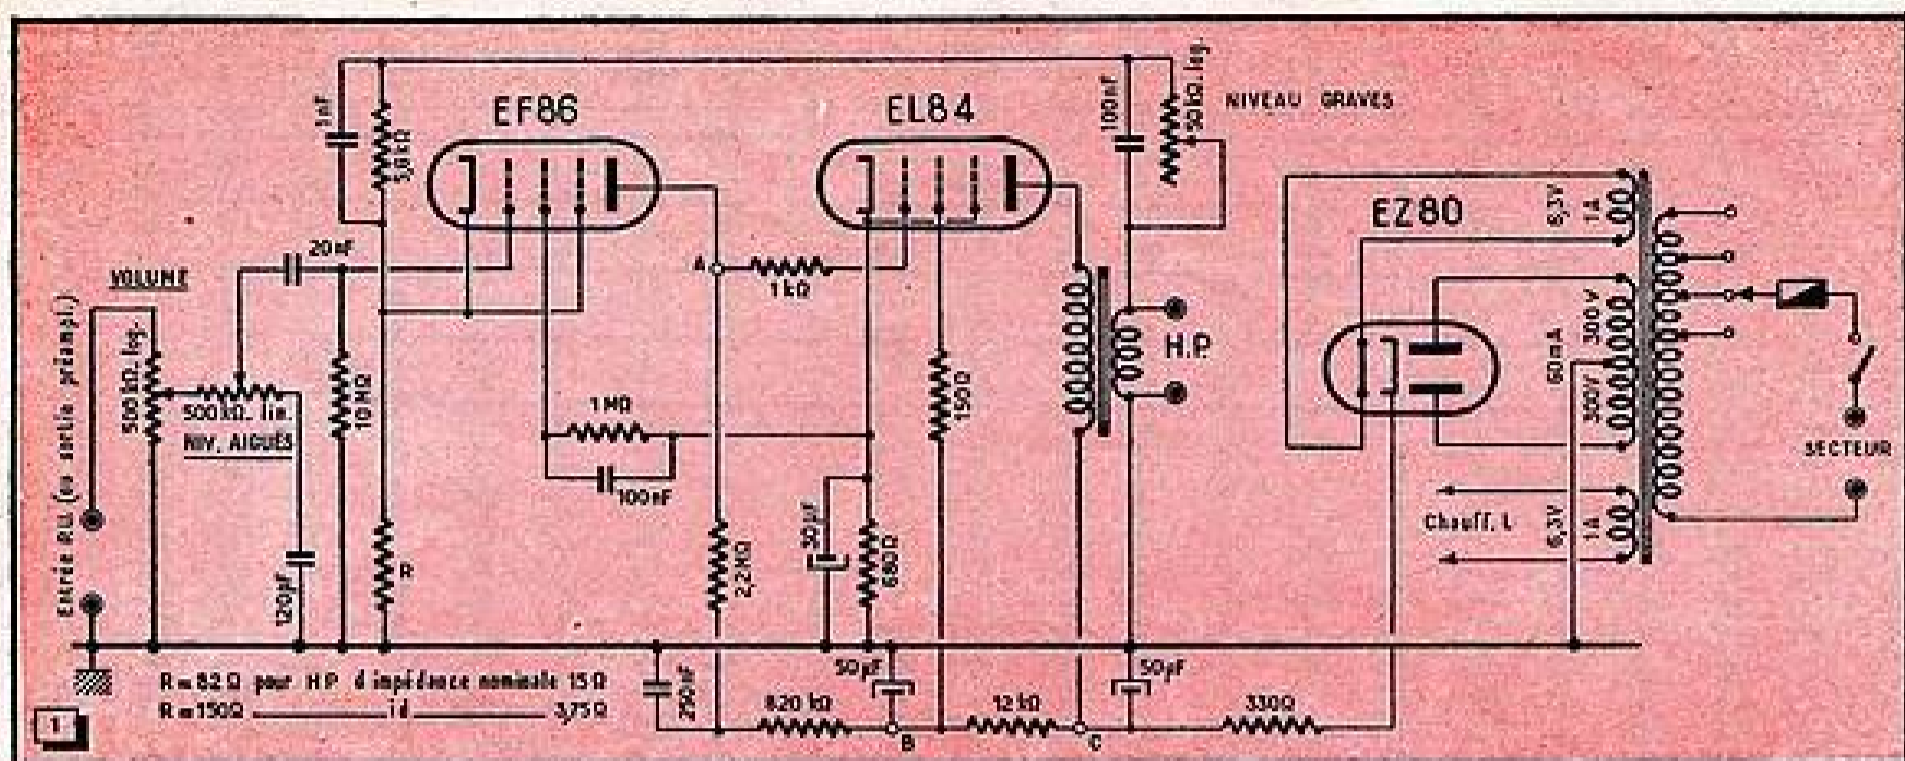

Fig. 1. — Cet amplificateur B.F., étudié en Angleterre par Mullard, a une puissance nominale de 3 W pour 100 mV à l'entrée.
C'est en grande partie l'excellence de sa courbe de réponse en fréquence qui donne à l'enregistrement magnétique une nette supériorité sur les autres procédés d'enregistrement sonore. Il est maintenant assez courant d'utiliser la gamme 40 - 12000 Hz pour une vitesse de défilement de 19 cm/s, par exemple. Pour parvenir à ce résultat, il faut d'une part utiliser des corrections, car la réponse intrinsèque de la bande n'est pas droite (fig. 1), et d'autre part employer au
Fig. 1. — Courbe de réponse intrinsèque d'un ruban magnétique. On peut diviser cette courbe en trois domaines distincts : (1) région des très basses fréquences ; (2) région des fréquences moyennes ; (3) région des fréquences hautes.
On a donc une tension proportionnelle à la fréquence ; d'où la montée bien connue des 6 dB/octave (Cf. région 2 de la courbe de la figure 1).
Considérant le cas des très basses fréquences, lorsque  $\lambda$  est comparable aux dimensions de la tête (région 1 de la courbe de la figure 1). WESMIJZE a calculé que, dans ces conditions, le flux devait suivre la relation :
Il s'agit (fig. 1) d'un montage assez classique (dont une version voisine avait été publiée dans Audio d'août 1954) à lampe penthode finale EL 84 unique. Grâce à une énergique contre-réaction de tension (20 dB environ) le taux maximum de distorsion harmonique est ramené à 1,5 % à la puissance nominale de 3 W et l'impédance interne aux alentours de 1,5 Ω sur la prise de 15 Ω du transforma-
Fig. 1. — Le montage « ultra-linéaire » est un compromis entre le montage penthode et le montage d'une penthode en triode : l'écran y est soumis à une fraction déterminée de la tension alternative d'anode.
Comme on le sait depuis longtemps, le montage « ultra-linéaire » est un compromis entre la sortie classique par penthode, pour laquelle on met l'écran à la masse du point de vue alternatif, et celle utilisant cette même penthode montée en triode : l'écran y est alors soumis à la totalité du courant alternatif d'anode. Il est clair que le nouveau montage, où l'on soumet l'écran à une fraction déterminée de la tension alternative de plaque (fig. 1) aura des propriétés intermédiaires entre le montage « penthode » et le montage « triode ». Il est tout aussi évident que la valeur de la tension reportée sur l'écran fera varier l'amplification du circuit, ainsi que sa résistance interne, son impédance de sortie et la distorsion